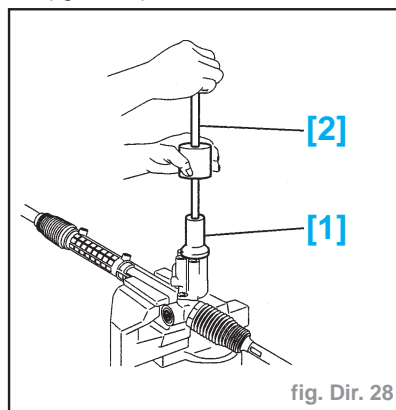

fig. Dir. 28
- Emmancher la valve distributrice (7) à l'aide des outils [1] (-).0720-D et [2] (-).0316-A (fig. Dir. 28).